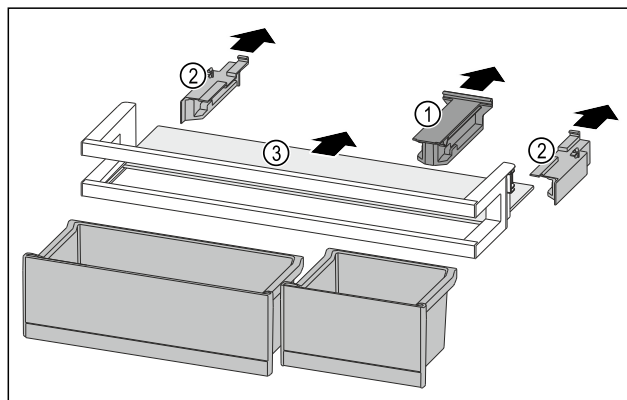

Fig. 85
- Držák Fig. 85 (1) stáhněte.
- Boční díly Fig. 85 (2) stáhněte.
- Odkládací plochu Fig. 85 (3) odeberte.